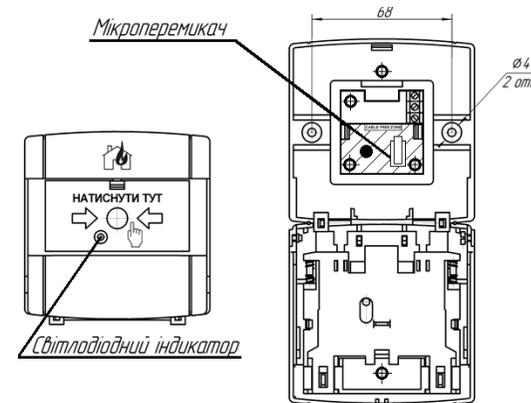

Рисунок 1 - Зовнішній вигляд (а) та внутрішня компоновка (б) пристроїв
3.1 Для монтажу необхідно відкрити пристрій натисканням ключа на защіпку у верхній частині його корпусу, протягнути проводи всередину і закріпити пристрій на стіні приміщення за допомогою дюбелів та гвинтів (див. рисунок 1). Підключення пристрою виконується згідно схеми, наведеної на рисунку 2. Рекомендований переріз проводів від 0,28 до 1,0 мм2.